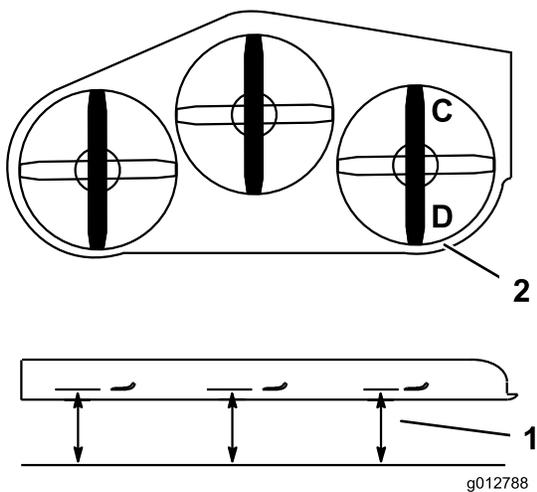

図 87
1. 右側のブレードを前後方向に向ける (図 87)。
2. **C**位置で、平らな床面から右側ブレードの刃先までの高さを測り、測定値を記録する (図 87)。
3. **D**位置で、平らな床面から右側ブレードの刃先までの高さを測り、測定値を記録する (図 87)。
4. **C** 位置におけるブレードの高さが、**D** 位置におけるブレードの高さよりも 6～10 mm 低ければ適正である (図 87)。高さの差がこの範囲にない場合には以下の手順で調整する。